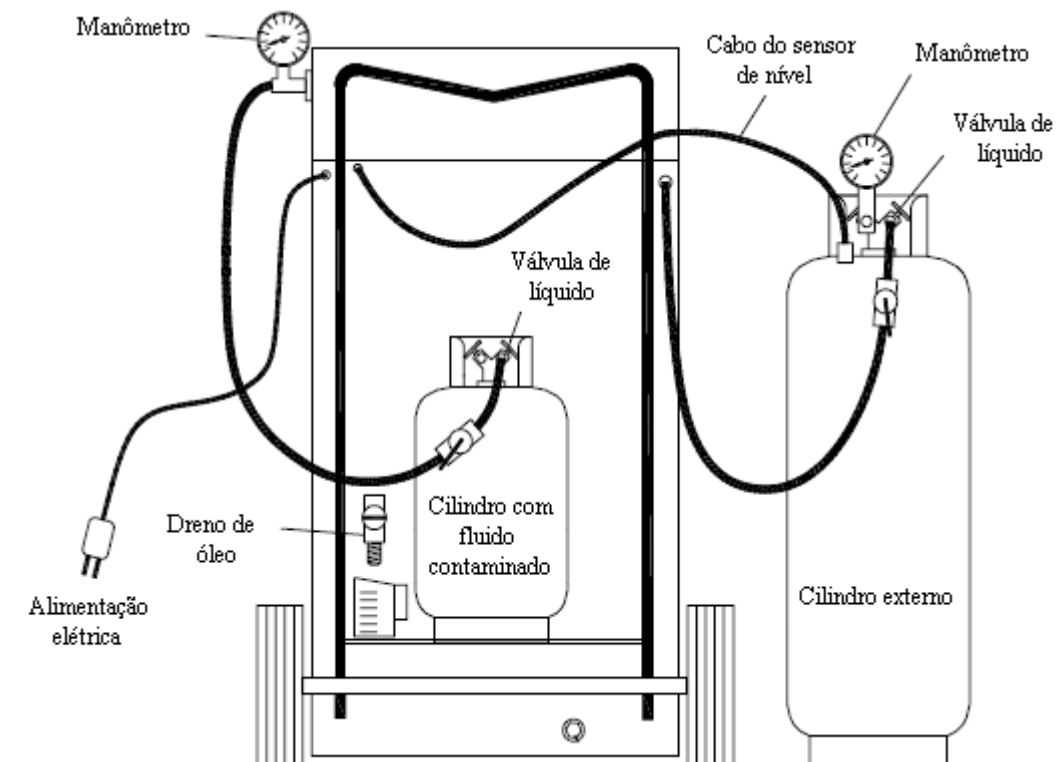

Figura 02: Processo de reciclagem (interligação)
4. Conecte as mangueiras aos cilindros de entrada e saída, conforme a figura 02.